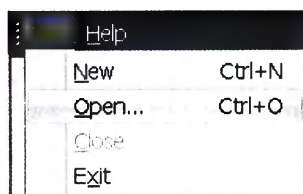

Рисунок 73
– либо выбрав **Открыть** в меню **Файл**: (см. рисунок 73);